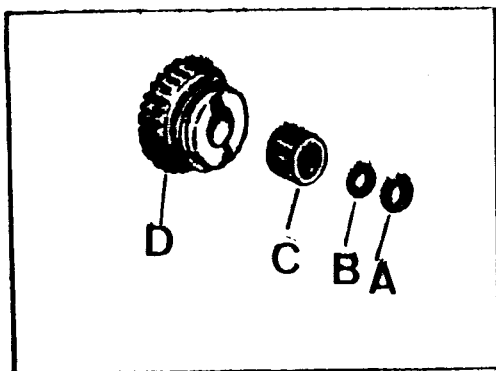

Fig. C-106 Componentes del engranaje de marcha atrás
- 2.1. Desmontar el arillo elástico, A (Fig. C-106) de uno de sus lados.
2.2. Extraer la arandela, B, y el cojinete de agujas, C (Fig. C-106).